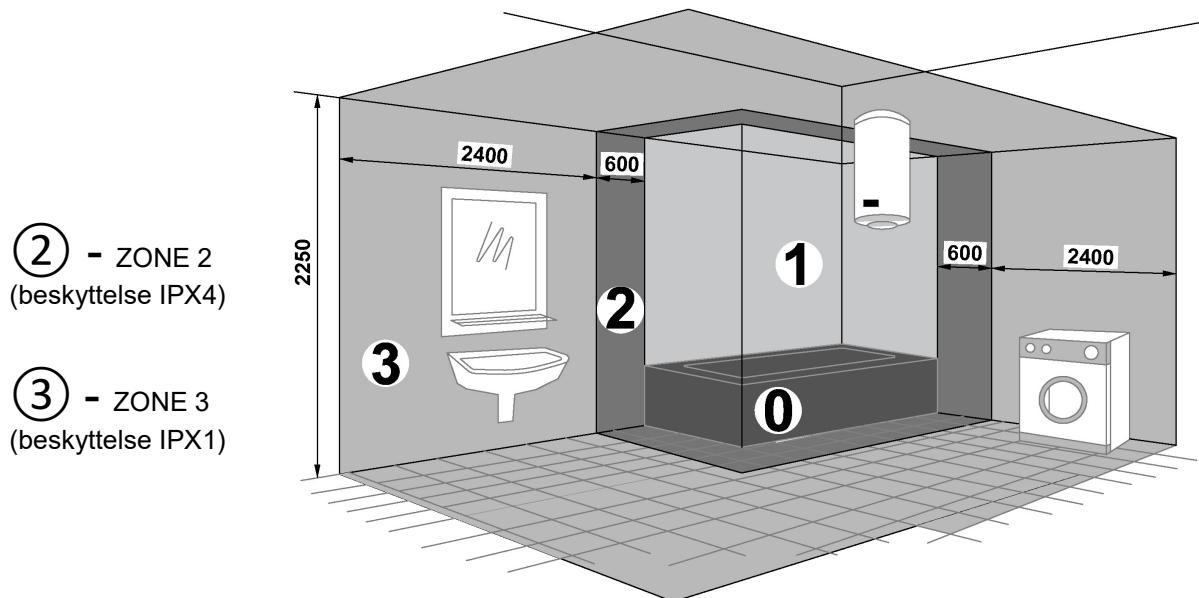

Fig. 1: Fordeling af zoner i badeværelset
- Regulatoren har I. klasses vandtæthed. Installeres den i badeværelset, bør apparatet placeres i zone 3 (se fig. 1), så regulatoren er uden for rækkevidde for personer, der er i brusebad eller badekar.